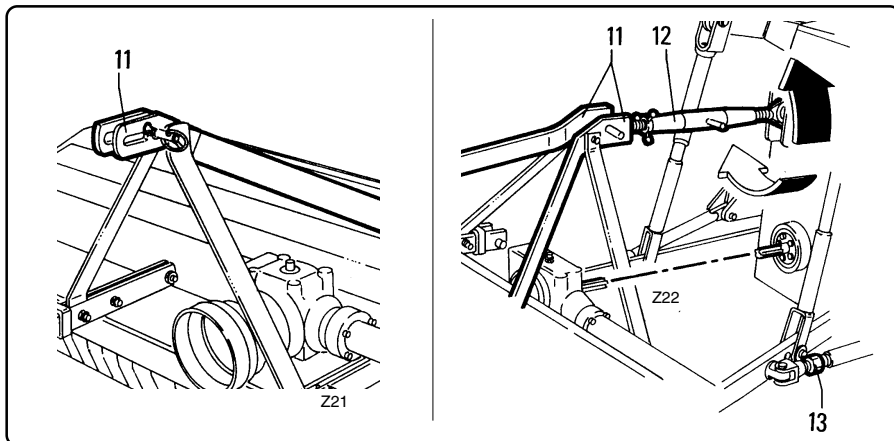

fig. 4.2.2
- Fixer le tirant supérieur "12" fig. 4.2.2 de l'attelage trois points "11" et le régler jusqu'à placer la prise de force de la machine opérationnelle parallèle au sol.
- Den oberen Lenker "12" Abb. 4.2.2 an der Dreipunkt-Kupplung "11" befestigen und so einstellen, daß die Zapfwelle der Arbeitsmaschine parallel zum Boden steht.